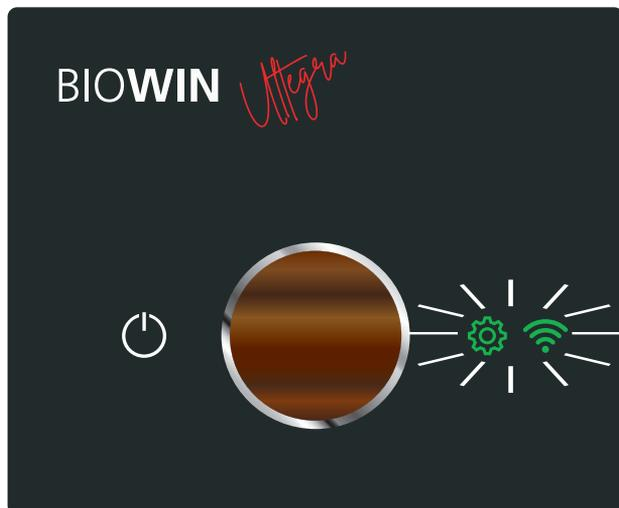
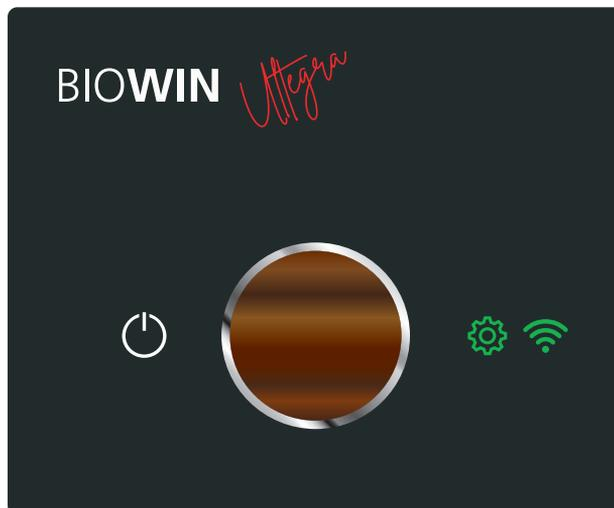

Fig.25
Fig.26
- ▶ Den myMagic Button am Heizkessel auf das Symbol Einstellungen Drehen und kurz Drücken. Der Verbindungsmodus zum Heizkessel wird gestartet, die Symbole und blinken – Fig.25. Ist die Verbindung mit dem Windhager-Heizungs-APP „myComfort“ möglich, leuchten die Symbole und dauernd – Fig.26.